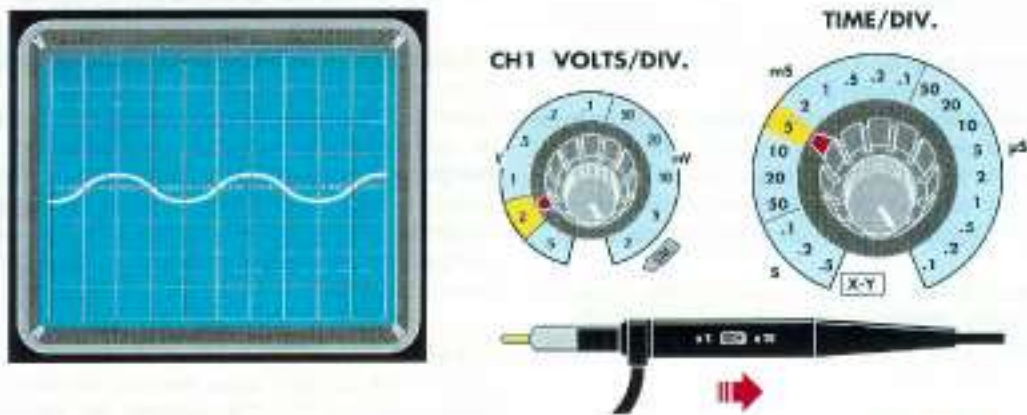
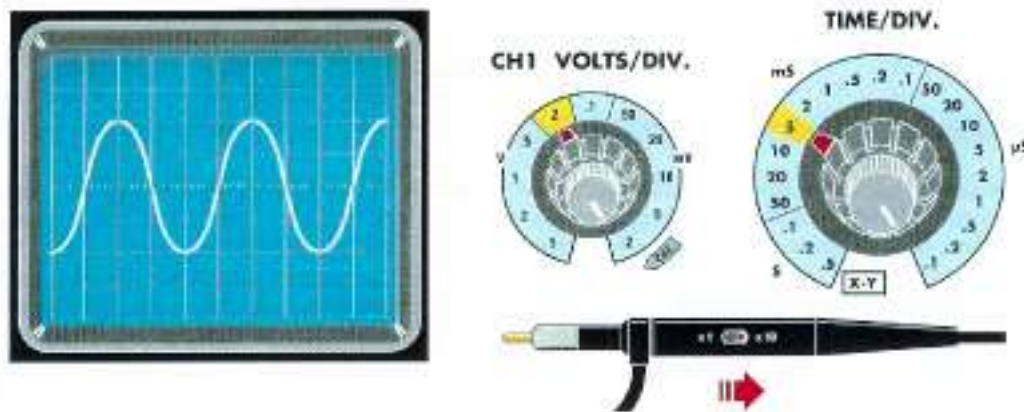

FIGURA 7
FIGURA 8
Mentre posizionando il selettore su X10 verrà visualizzata un onda sinusoidale di ampiezza che non supera $\frac{1}{2}$ quadrettino come in figura 7, il calcolo precedente dovrà essere moltiplicato per dieci oppure dovremo più semplicemente ruotare la manopola dei V/div posizionandola da 2V/div a 0,2V/div (.2V/div) come in figura 8
- il deviatore Trigger Mode su Auto come in figura 7
- il deviatore Trigger Source su Norm come in figura 7
- il deviatore Vertical mode su CH1 come in figura 7